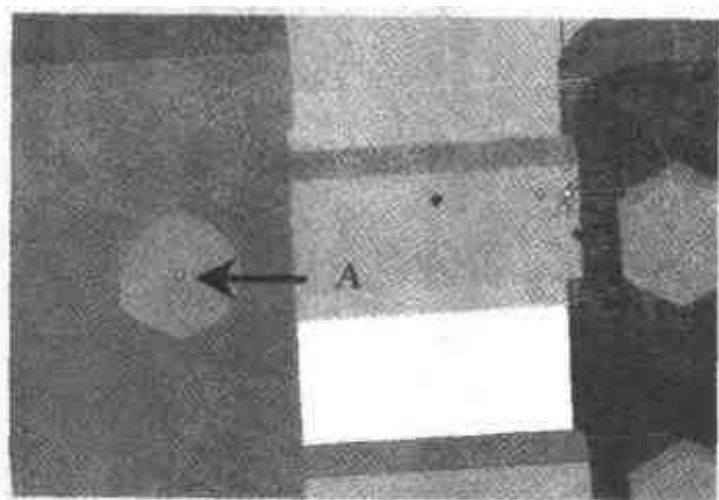
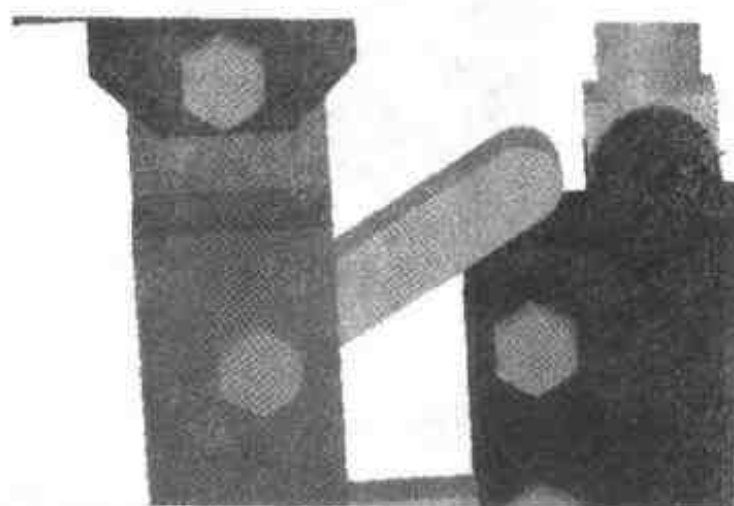

图 5.68 定位连杆的旋转中心
图 5.69 连杆增加了旋转动画
- (7) 打开【三维球】, 右击中心手柄, 选择【到中心点】命令, 单击如图 5.68 所示与连杆相对应的螺栓的上表面圆中心(A)。
- (8) 在这里 4 个连杆的移动是由两个运动所组成的, 一个是向内的水平移动, 一个就是以与它们分别对应的螺栓的中心轴旋转的。
- (9) 单击【打开】按钮进入动画状态, 单击【播放】按钮观察动画效果, 结果如图 5.69 所示。